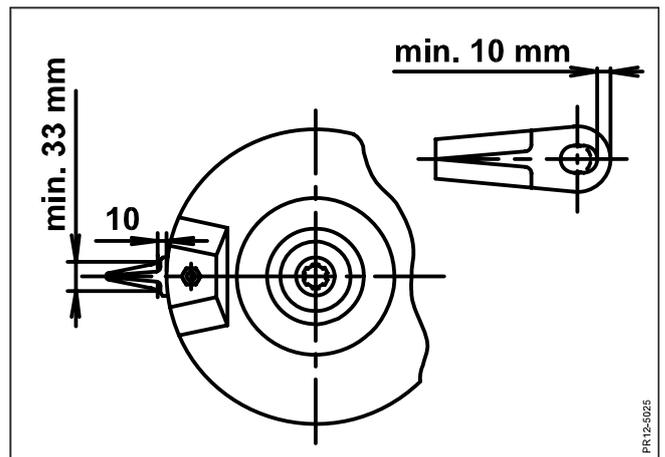

Рис. 5-5
- Рис. 5-5 Ножи необходимо заменить если: